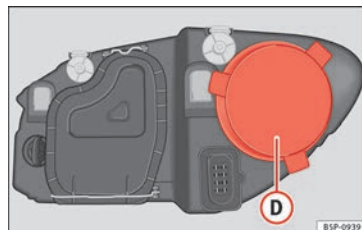

Abb. 182 Standlicht
- Den Deckel » **Abb. 182** ④ abziehen.